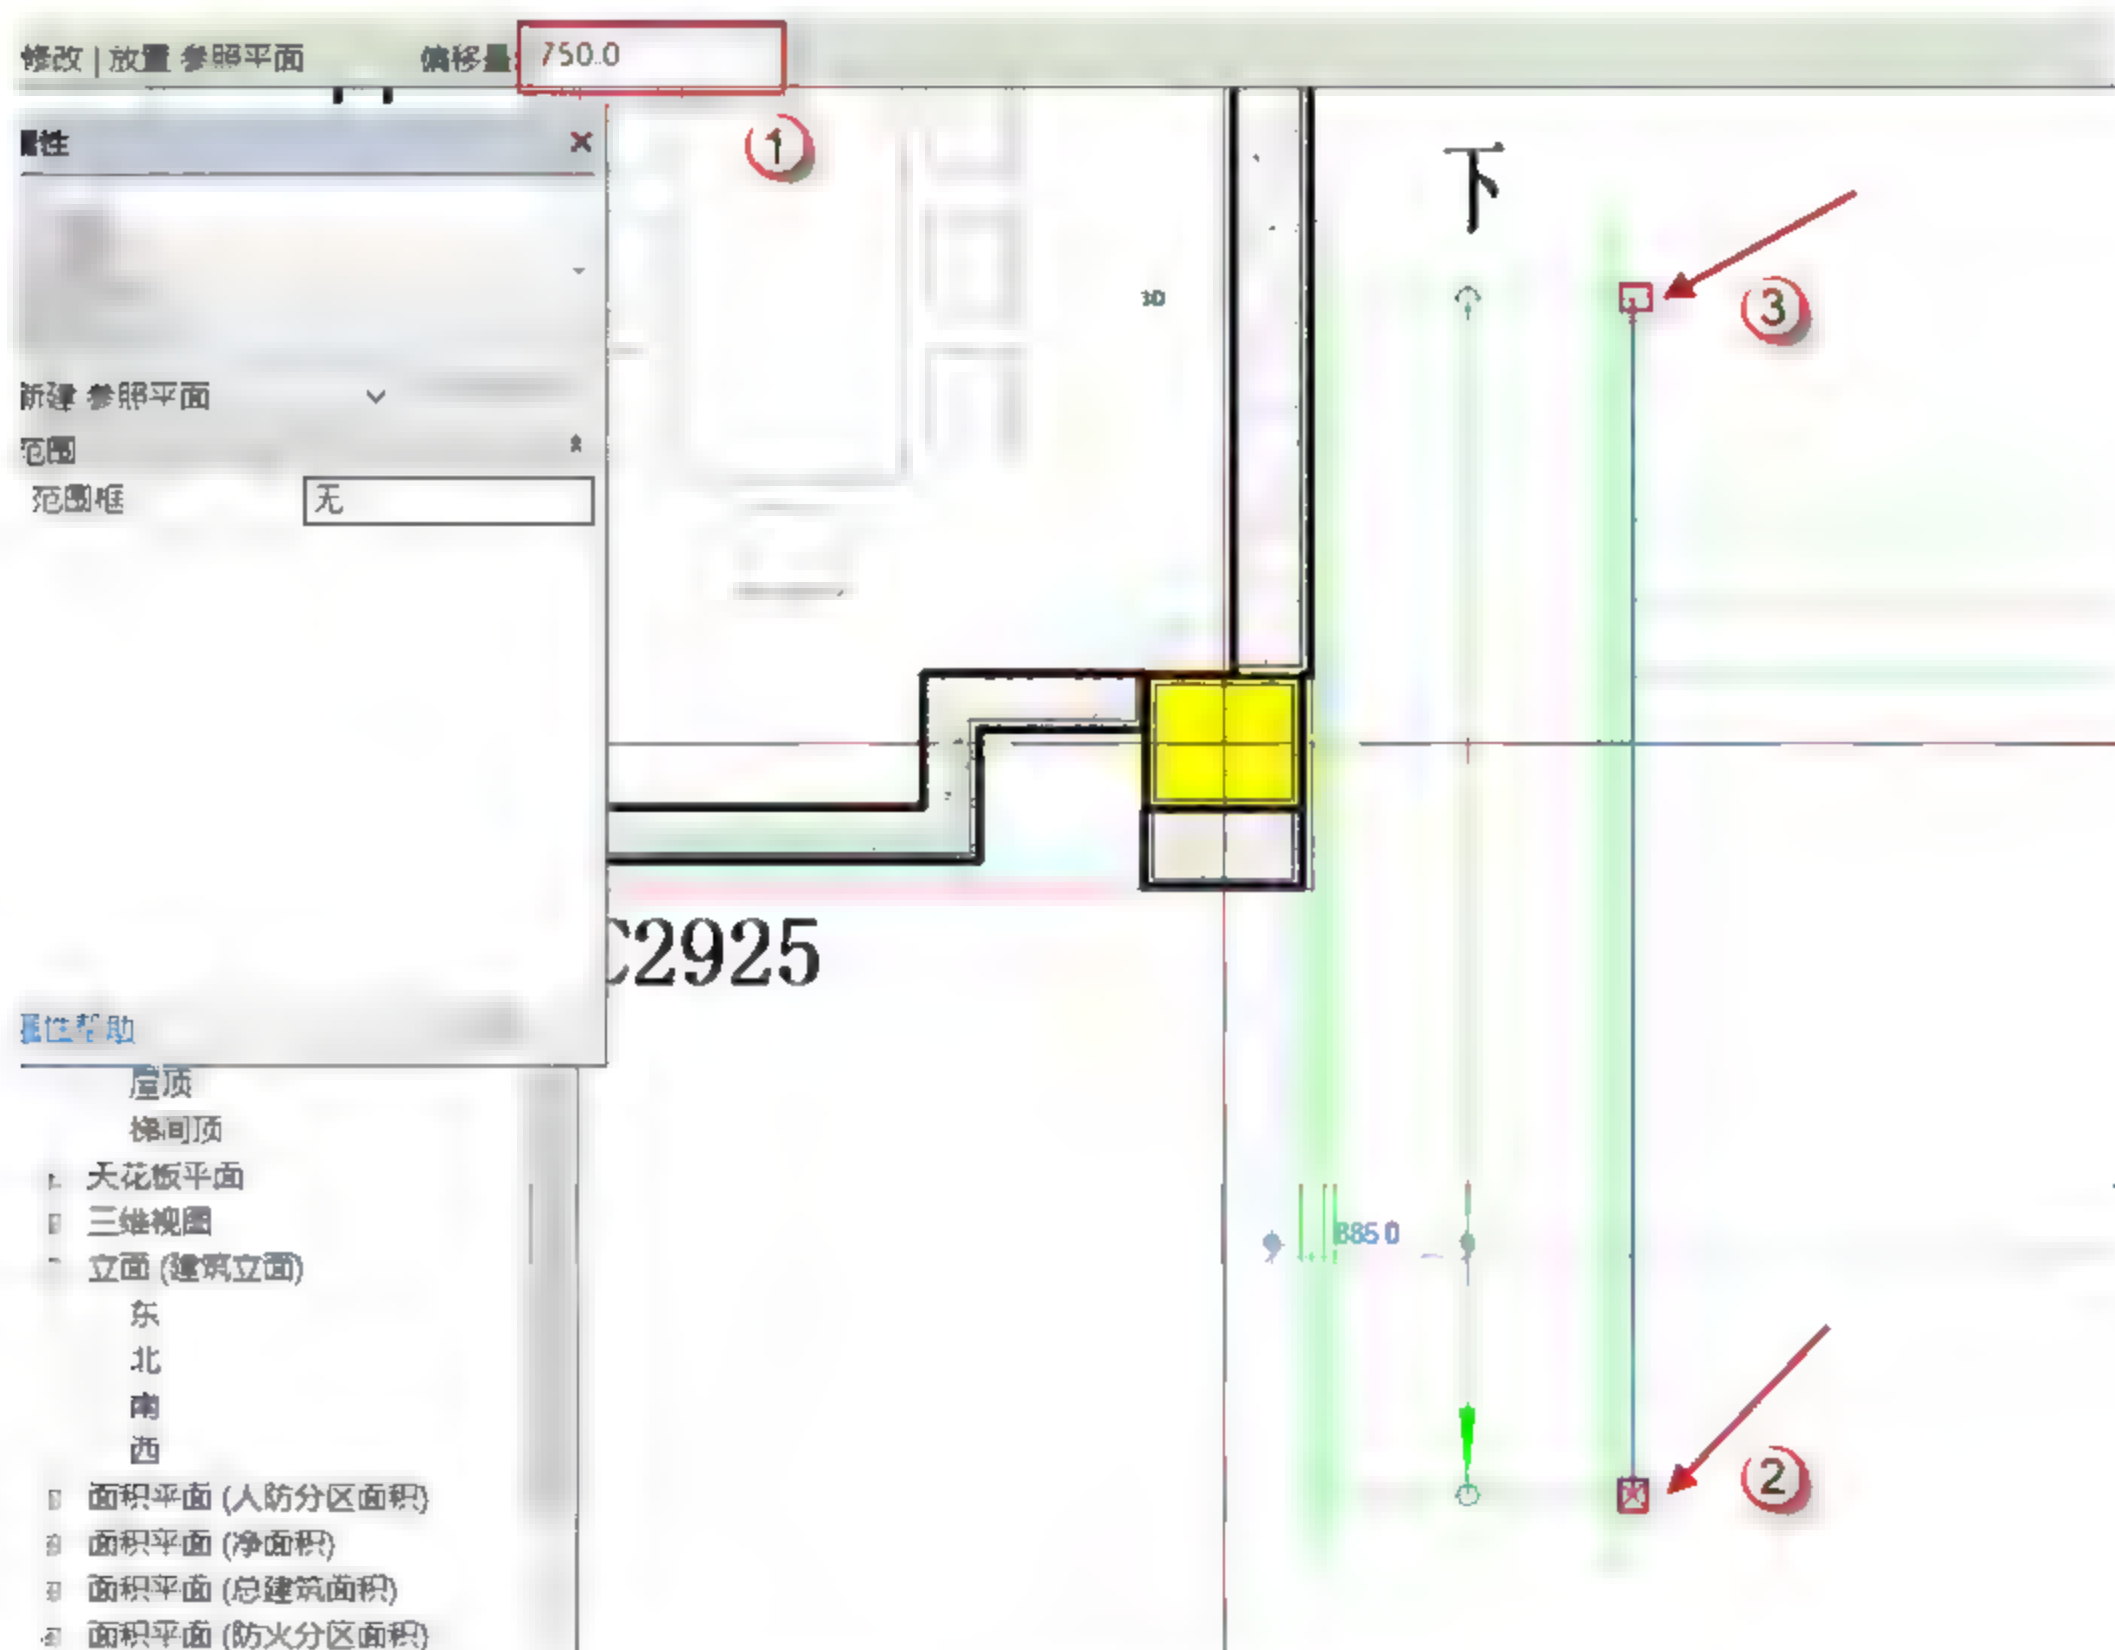

图 10.5.1 绘制辅助参考线
(1) 绘制辅助参考线。由于导入的 CAD 文件无法捕捉到残疾人坡道的中心线, 所以需要绘制中心参考线, 按快捷键 R+P, 将偏移量改为“750mm”(坡道宽度为“1500mm”, 一半就是“750mm”), 将光标对齐 2 点, 单击鼠标, 然后将光标对齐 3 点, 单击鼠标, 这样就完成了残疾人坡道中心参考线的绘制, 如图 10.5.1 所示。绘制完成后可以按 Esc 键退出参考线的绘制。